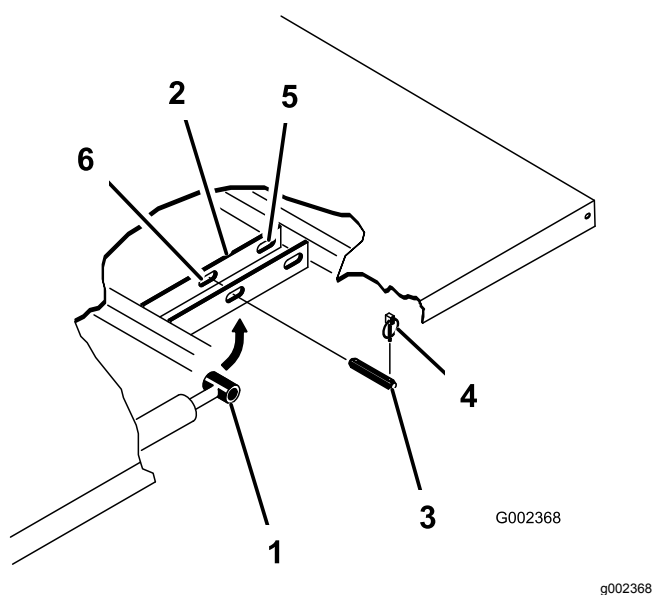

Figura 34
3. Rimuovete gli acciarini dalle estremità esterne dei perni con testa dell'asta del cilindro (Figura 34).
4. Rimuovete i perni con testa che fissano le estremità dell'asta del cilindro alle piastre di montaggio del pianale spingendo i perni verso l'interno (Figura 34).
5. Rimuovete gli acciarini ed i perni con testa che fissano le staffe orientabili ai profilati del telaio (Figura 34)